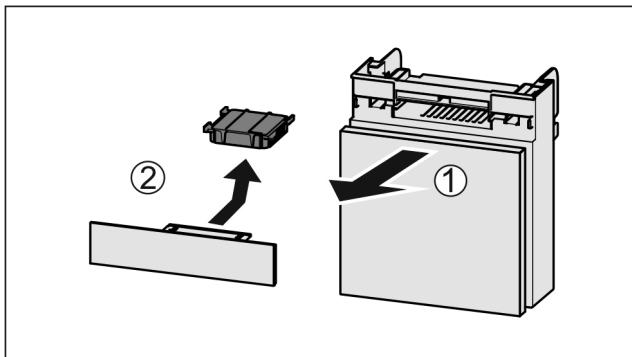

Fig. 140
- Trekk ut Fig. 140 (1) hyllen fremover.
- Ta ut Fig. 140 (2) aktivkullfilteret.